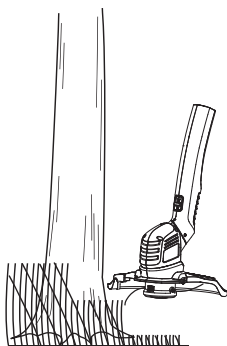

Fig. 14
- > Manobre cuidadosamente o produto à volta de objetos como árvores e arbustos, certificando-se de que não entra em contacto com eles. Evite o contacto com plantas sensíveis (Fig. 14).